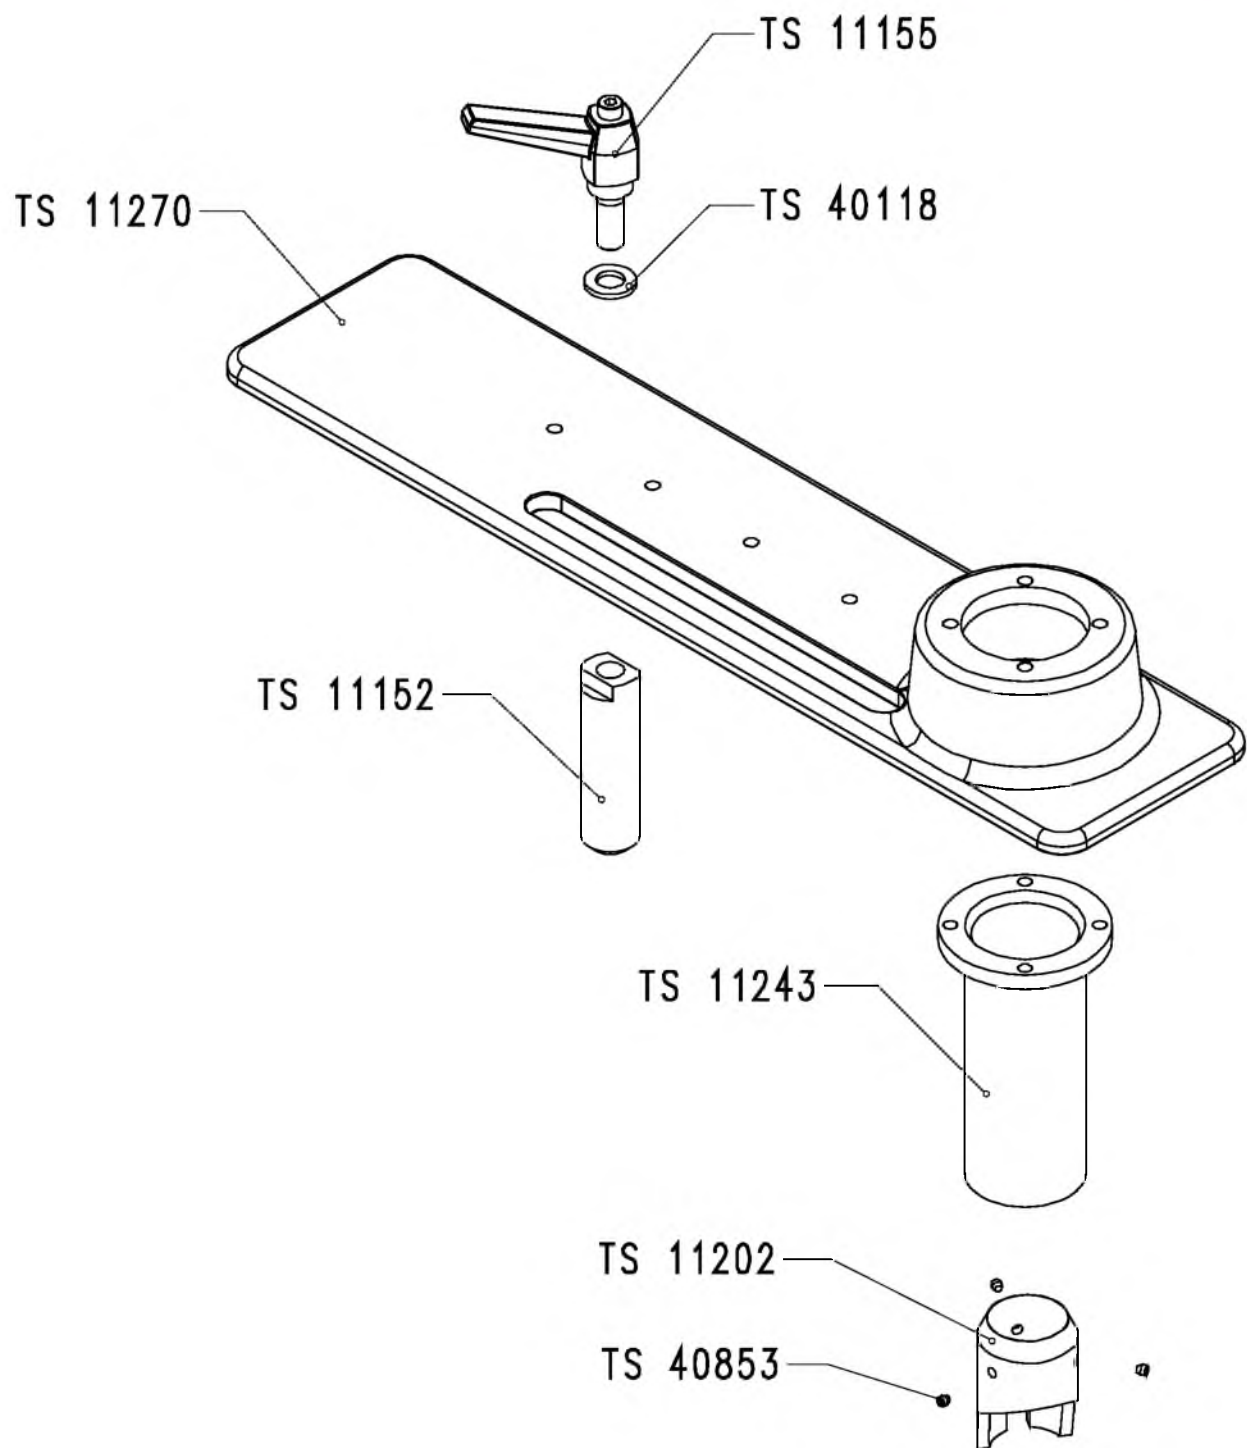

Рисунок 11-6: «Французская» плита
- Рисунок 11-6: «французская» плита